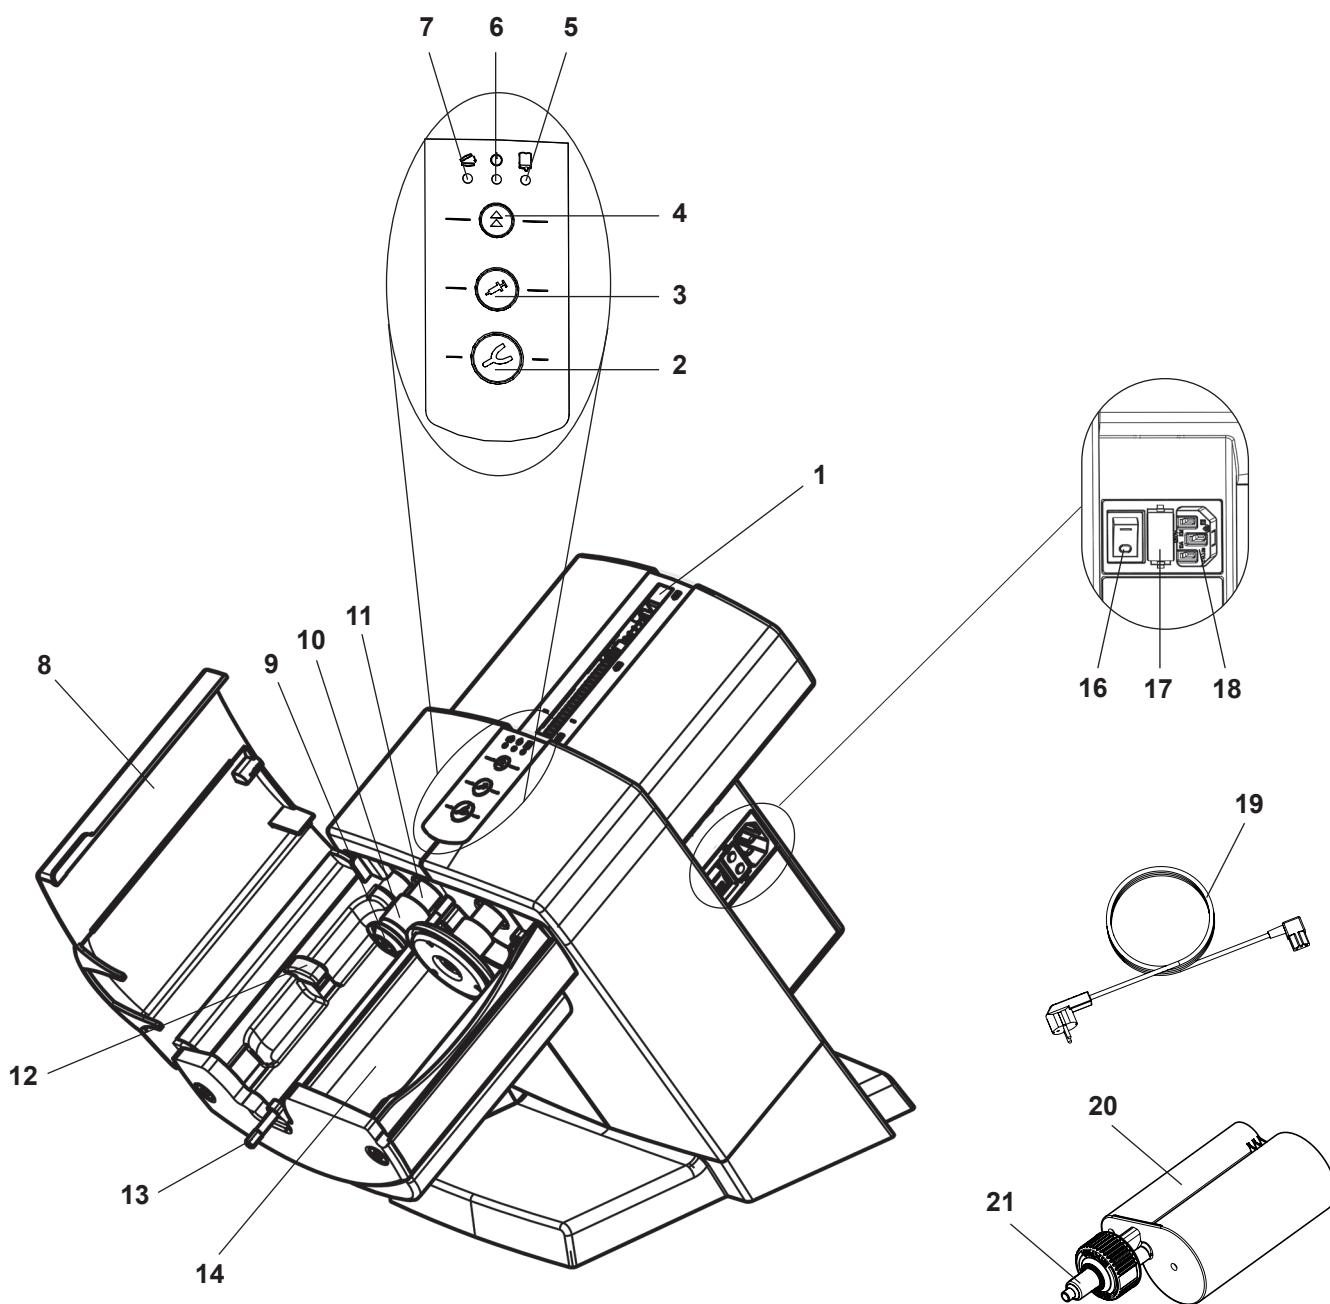

Fig. 1
- ⇒ Collegare il cavo di alimentazione fornito in dotazione (19, Fig. 1) nella presa per l'allacciamento alla rete (18).
- ⇒ Accendere l'apparecchio dall'interruttore di rete (16).
- ⇒ Chiudere il coperchio dell'apparecchio (8, Fig. 1).
- ⇒ Premere il tasto di ritorno (4).
- ◆ Gli stantuffi (9, Fig. 1) tornano indietro nella posizione iniziale e si arrestano in questa posizione.
- ⇒ Rimuovere il dispositivo di sicurezza per il trasporto (23).
L'inserimento nonché la sostituzione di una cartuccia possono essere effettuati solo se i due stantuffi (9, Fig. 1) si trovano nella posizione iniziale.
⇒ Chiudere il coperchio dell'apparecchio (8, Fig. 1).
⇒ Aprire il coperchio dell'apparecchio (8, Fig. 1).
È possibile chiudere lo sportello dell'apparecchio solo se la cartuccia è inserita correttamente. Se il coperchio dell'apparecchio non è chiuso correttamente, il LED rosso "Sportello dell'apparecchio aperto" si accende (7, Fig. 1).
◆ Il miscelatore esagonale (13, Fig. 1) inizia a girare e si inserisce automaticamente nell'ugello di miscelazione (21, Fig. 1), prima di fermarsi nuovamente.